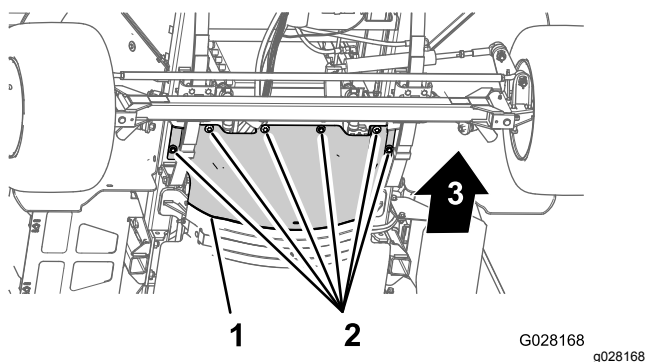

図 61
3. 前側防熱シールドをシャーシに固定しているソケットヘッドボルト6本とワッシャ6枚を外してシールドを取り外す 図 61。